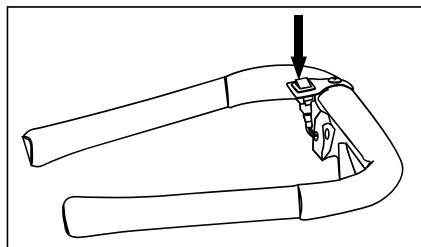

Рис.7
3. Установите переключатель зажигания в положение “ВКЛ” (Рис.7).